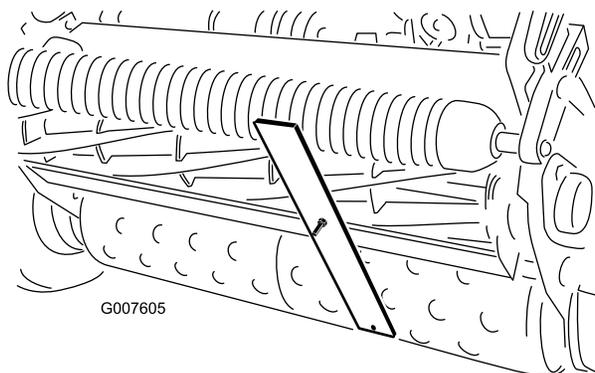

図 53
4. ゲージバーのネジ頭を下刃の先端に引っ掛け、バーの後端を後ローラに当てがう (図 53)。